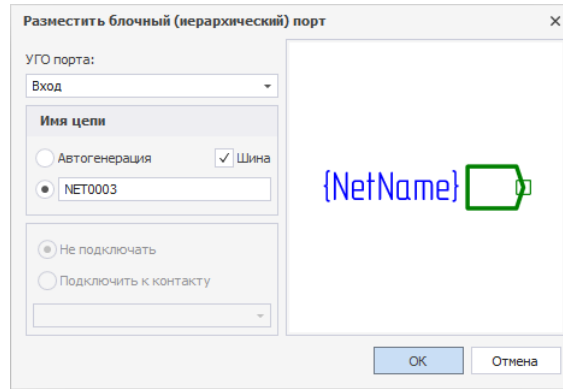

Рис. 257 Имя цепи для размещаемого блочного порта
**Примечание!** При автогенерации название цепей/шин будет генерироваться автоматически. В другом положении есть возможность задать имя цепи/шины (пустая строка), см. Рис. 257. При этом можно задать имя цепи/шины, которая уже создана для схемы блока.